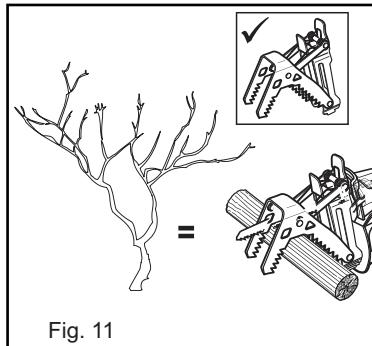

Fig. 11
La mâchoire de serrage dentelée (1) aide à guider et soutenir le matériau lors de la coupe de petites branches ou troncs (diamètre inférieur à 60 mm/2,37 po)(Figures 11, 12).